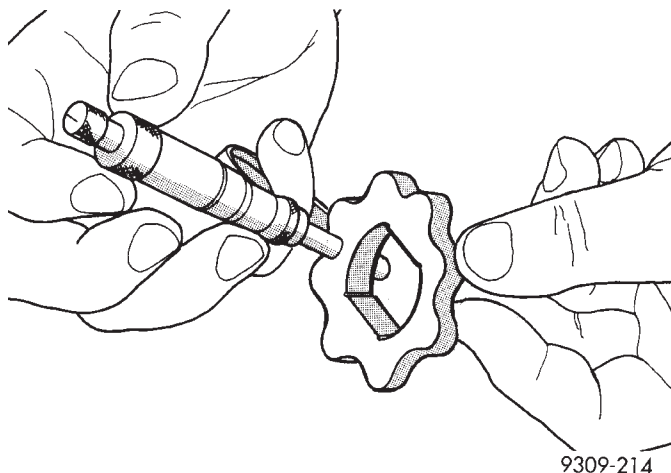

Fig. 102 Medición del espesor del rotor interno
(4) Si el rotor interno mide 9,40 mm (0,370 pulg.) o menos, reemplácelo (Fig. 102).